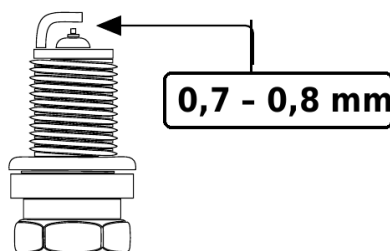

FIG. 8 — Écartement des électrodes de la bougie
- 5) Vérifiez à l'aide d'une cale d'épaisseur que l'écartement des électrodes est compris entre 0,7 et 0,8 mm (FIG. 8).